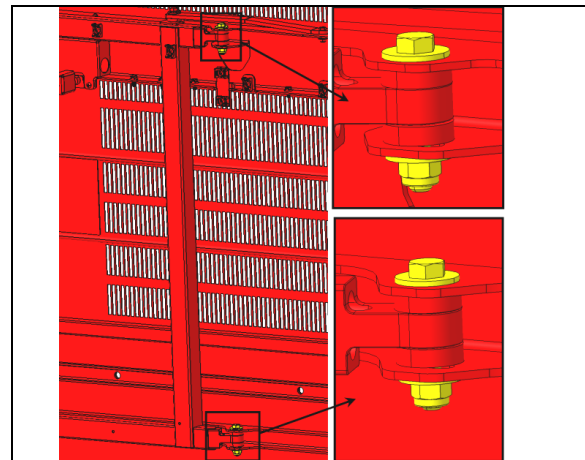

FIGURE 52:
- Si la position verticale est hors tolérance, vous pouvez ajuster la porte en utilisant le jeu aux points d'attache entre les bras et la porte (Figure 52:).